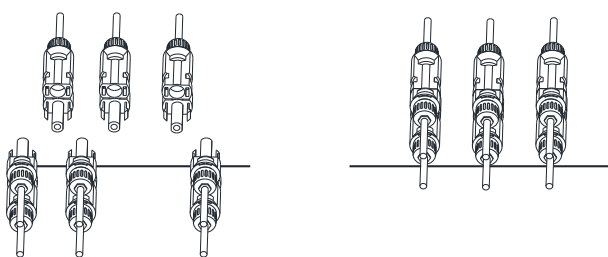

Imagen 5.6 Conexión de entrada CC
d) Finalmente inserte el conector DC en la entrada positiva y negativa del inversor, como se muestra en la imagen 5.6.